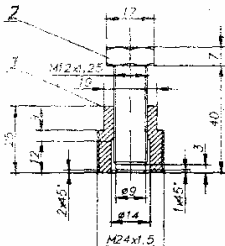

Рис.25 Съёмник маховичного генератора
1. Отвернуть болт крепления ротора и снять ротор генератора. Снятие ротора производится при помощи съемника с резьбой М24х1,5 (рис.25, вворачиваемого а ступицу ротора.